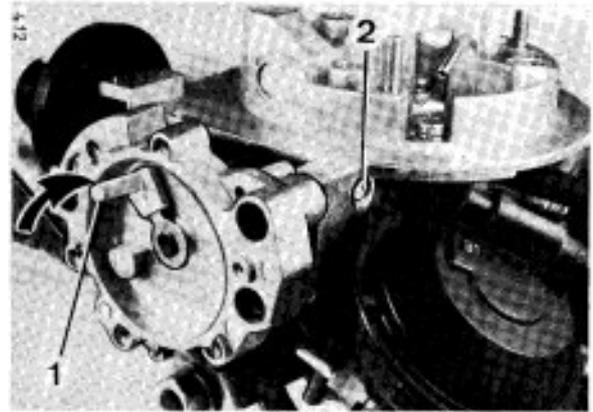

Bild 28
2.3 Pulldowndose auf Dichtheit prüfen (Bild 28, 29)
2.4 Starterklappe (Bild 28 – 30)